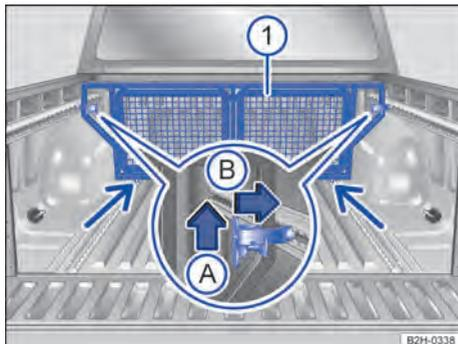

Fig. 127 No compartimento de carga: instalar o divisor do compartimento de carga.
1. Levar cuidadosamente o divisor do compartimento de carga → Fig. 127 ① até a posição de instalação desejada → ⚠.
3. Inserir o divisor do compartimento de carga nos trilhos de amarração inferiores → Fig. 127 (setas finas).
5. Puxar a alavanca de travamento para cima → Fig. 127 (seta (A)) e pressionar até o batente para fora (seta (B)).